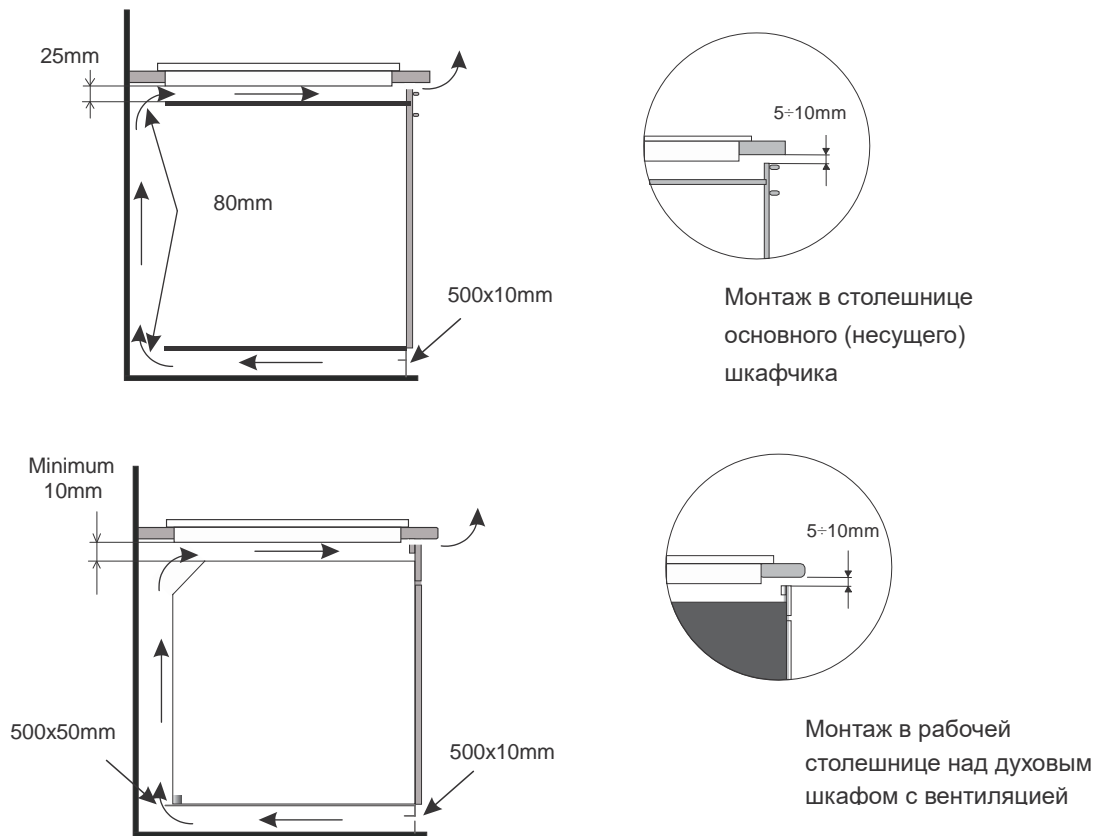

Рис. 3
- Под низом столешницы надо оставить не менее 25 мм свободной поверхности – это необходимо для обеспечения циркуляции воздуха и во избежание перегрева поверхности вокруг кухонной плиты, рис. 3.